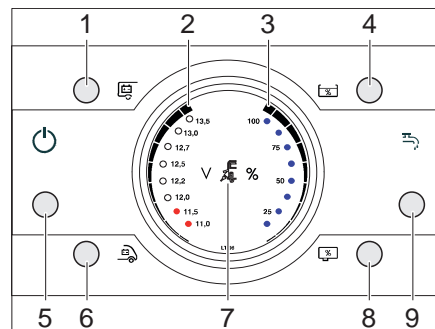

Fig. 191 Panneau de contrôle LT 96
Le voyant de contrôle 230 V (Fig. 191,7) s'allume si l'arrivée du bloc électrique est sous tension de réseau.
L'interrupteur principal 12 V (Fig. 191,1) établit ou coupe le panneau de contrôle et l'alimentation 12 V de la cellule.
Mise en service : ■ Appuyer brièvement sur la touche de l'interrupteur principal 12 V (Fig. 191,1). L'alimentation 12 V de la cellule est assurée. La DEL de contrôle s'allume.
Mise hors service : ■ Appuyer brièvement sur la touche de l'interrupteur principal 12 V (Fig. 191,1). L'alimentation 12 V de la cellule est coupée. La DEL de contrôle s'éteint.
Avec les touches de la batterie de cellule (Fig. 191,1) et de la batterie de démarrage (Fig. 191,6), on affiche l'état de charge des batteries.
- Appuyer sur la touche de la batterie de cellule (Fig. 191,1).
La charge de la batterie est affichée (Fig. 191,2).
- Appuyer sur la touche de la batterie de démarrage (Fig. 191,6).
Avec les touches de niveau de remplissage du réservoir d'eau (Fig. 191,4) et de niveau de remplissage du réservoir d'eaux usées (Fig. 191,8), on peut afficher la quantité d'eau et la quantité d'eaux usées.
- Appuyer sur la touche de niveau de remplissage du réservoir d'eau (Fig. 191,4). Le niveau de remplissage du réservoir d'eau est affiché (Fig. 191,3).
- Appuyer sur la touche de niveau de remplissage du réservoir d'eaux usées (Fig. 191,8). Le niveau de remplissage du réservoir d'eaux usées est affiché (Fig. 191,3).
Avec la touche de pompe à eau MARCHE / ARRET (Fig. 191,9), on peut activer et désactiver la pompe à eau. La mise en service proprement dite de la pompe à eau se fait à l'ouverture d'un robinet d'eau lorsque la pompe à eau est activée. Si la pompe à eau est désactivée, la pompe à eau reste désactivée même lorsqu'on ouvre un robinet d'eau.
- Appuyer brièvement sur la touche de pompe à eau MARCHE / ARRET (Fig. 191,9). La pompe à eau est activée. La DEL s'allume.
- Appuyer brièvement sur la touche de pompe à eau MARCHE / ARRET (Fig. 191,9). La pompe à eau est désactivée. La DEL s'éteint.
La DEL "11,0 V" clignote dans l'affichage (Fig. 191,2) dès que la tension de la batterie descend en dessous de 11 V (mesurée en marche) et qu'il y a risque de décharge profonde de la batterie.